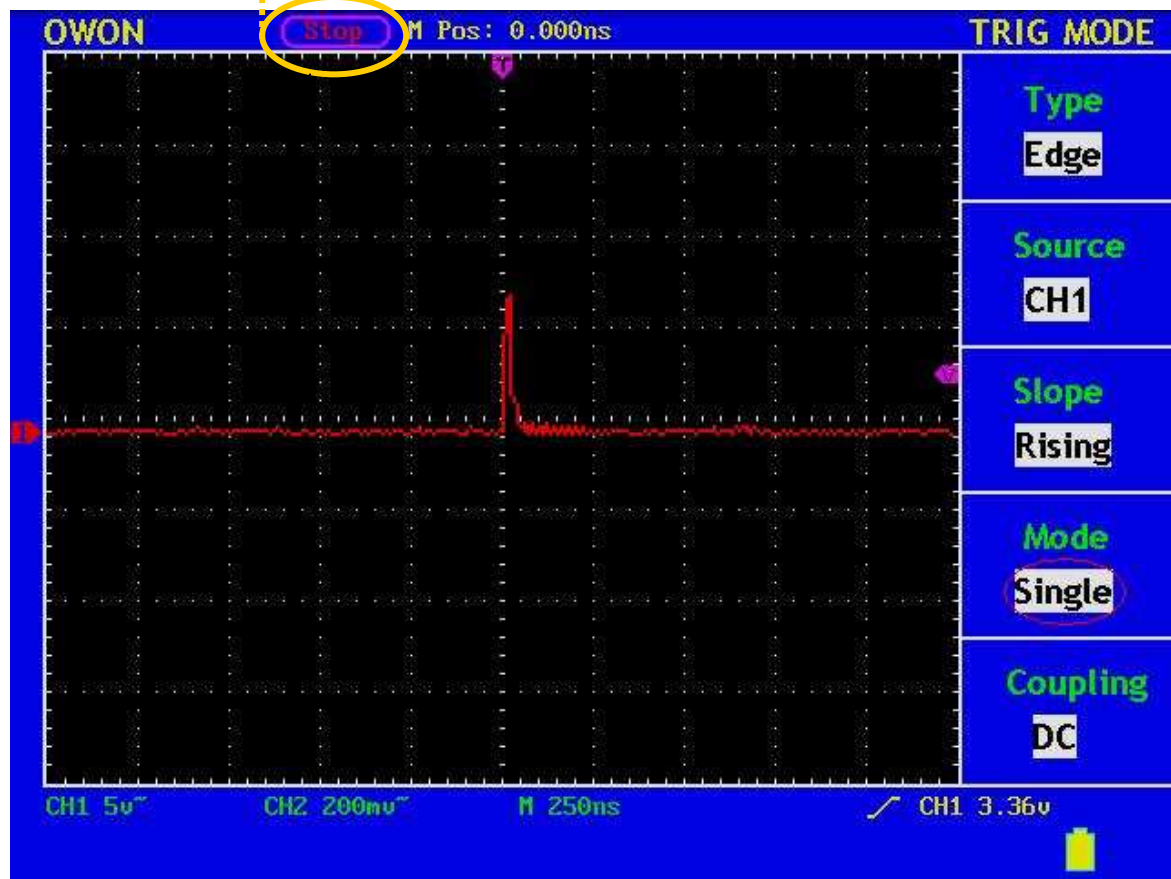

Fig. 59 シングル信号の捕獲
10. 画面の上方にある Trigger State Indicator が Ready を表示しない場合は RUN/STOP ボタンを押して、Acquire を開始し、トリガの状態に適した信号が現れるのを待機します。信号がトリガレベル設定に到達すると、サンプリングが作成され、画面上に表示されます。この機能により、どんなに乱雑な状態で発生したものでも容易に捕獲することができます。例えば、より大きな振幅のパルス波形を取る場合、通常の信号レベルより大きい値にトリガレベルを設定し、RUN/STOP ボタンを押して待機します。その後パルスが発生したら、本体はトリガタイムの前後の期間に生成された波形から自動的にトリガを実行し、記録します。水平軸コントロールエリアにある HORIZONTAL POSITION つまみを回すと、負の遅延を観測するトリガ位置の水平軸位置を変更することができ、パルスが発生する前から簡単に波形の観測をすることができます。(Fig.59 参照)